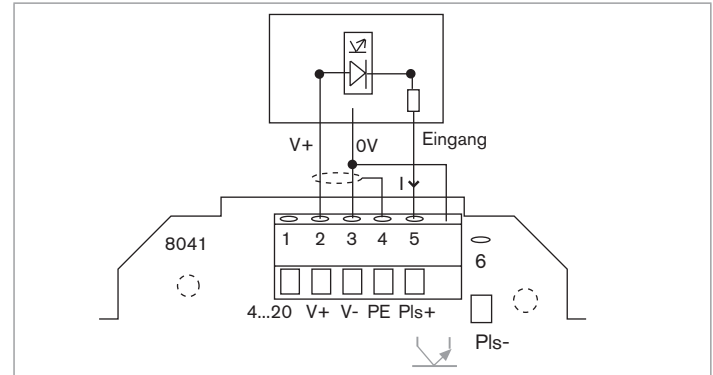

Bild 19: Anschluss des Frequenzausgangs im Modus NPN an einen programmierbaren Automaten
- an einen programmierbaren Automaten im Modus PNP oder im Modus NPN (siehe *Bild 19*);